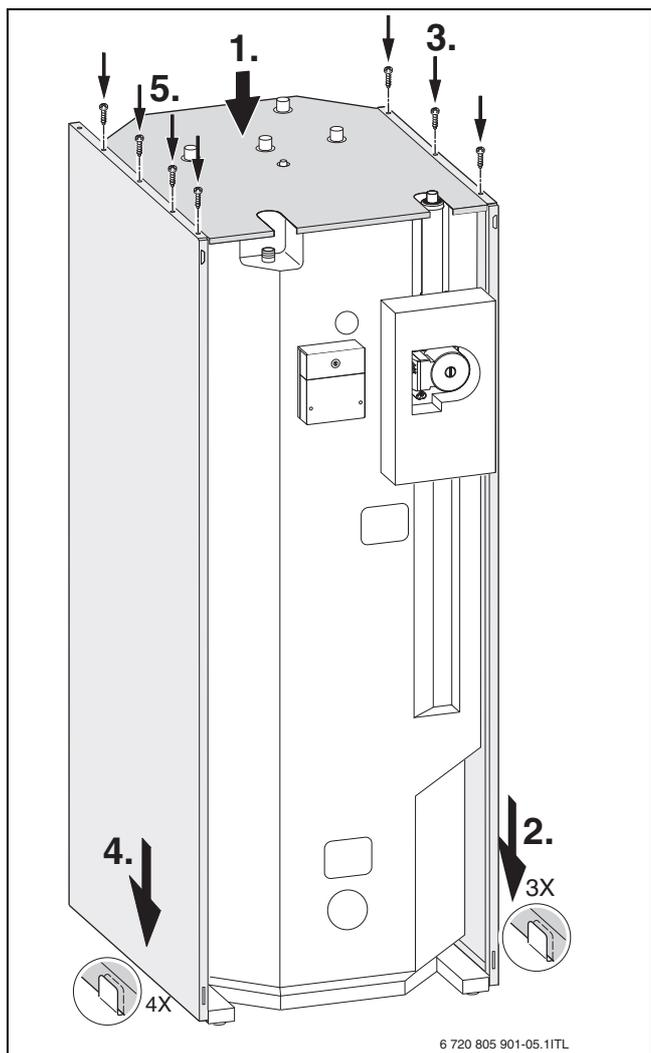

Fig. 9 Exemplo: montagem de peças laterais com **colocação à esquerda** do acumulador de inércia
- ▶ Montar as peças laterais de acordo com a fig. 9.